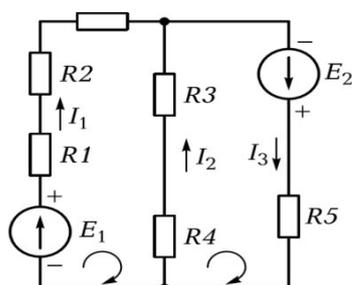

Рис. 1.3.3
**Дано:** схема (рис.1.3.3);  $E_1= 50 \text{ В}$ ;  $E_2= 100 \text{ В}$ ;  $R_1= 10 \text{ Ом}$ ;  $R_2= 10 \text{ Ом}$ ;  $R_3= 4 \text{ Ом}$ ;  $R_4= 5 \text{ Ом}$ ;  $R_5= 6 \text{ Ом}$ .